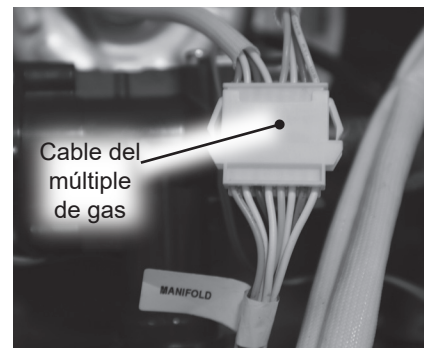

Figura 139 - Desconexión del cable del múltiple de gas
- 27 Ubique el mazo de cables del múltiple de gas y desconéctelo. Consulte la Figura 139.